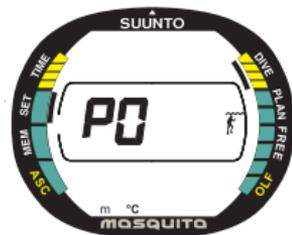

Fig. 4.15. Impostazione Fattore Personale.
5. Il simbolo del Fattore Personale inserito lampeggia, premere “+” o “-” per modificarne il valore (Fig. 4.15).